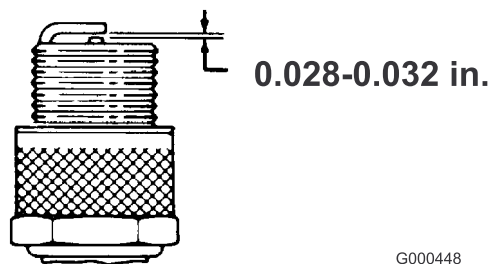

Figura 26
3. Ajuste a folga de ar entre 0,7–0,8 mm (Figura 26). Instale a vela com a folga de ar correcta e aperte-a firmemente usando uma força de 23 Nm.